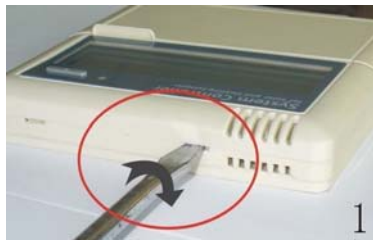

Imagen 1
- ▶ Retire el panel trasero de la pantalla con el destornillador según se muestra en la imagen 1